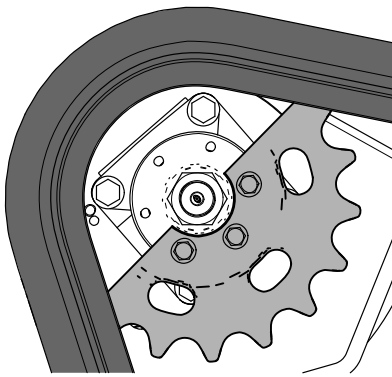

Figure 63
- Boulon (3)
- Poussez la commande de déplacement en avant jusqu'à ce que l'autre moitié du pignon soit dégagée de la chenille (Figure 63).